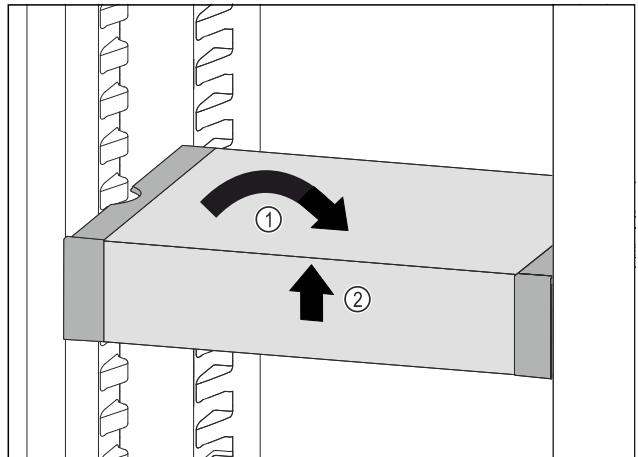

Fig. 182
- VarioSafe gerade stellen. Fig. 182 (1)
- VarioSafe vorne anheben. Fig. 182 (2)